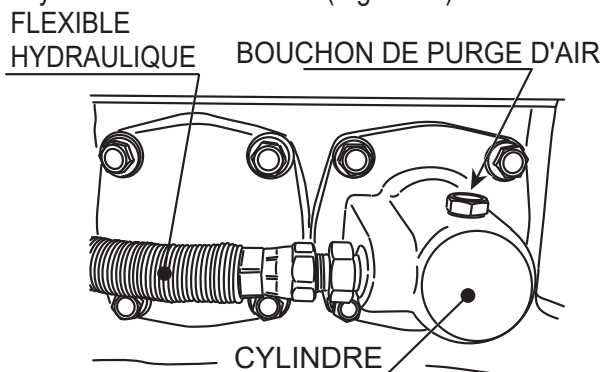

Figure 28. Démontage du flexible hydraulique
3. Enlevez le flexible hydraulique qui est raccordé au cylindre du côté vibreur (Figure 28).
7. Enlevez le bouchon de purge d'air du cylindre du vibreur. De l'huile sortira ensuite par le bouchon de purge d'air. Une fois que l'air cesse de sortir, réinstallez le bouchon. Serrez convenablement (Figure 28).
Examinez visuellement la courroie trapézoïdale (Figure 28) et déterminez si elle comporte de minuscules fissures, est effilochée, a des morceaux de caoutchouc manquants, s'écaille ou est autrement endommagée.